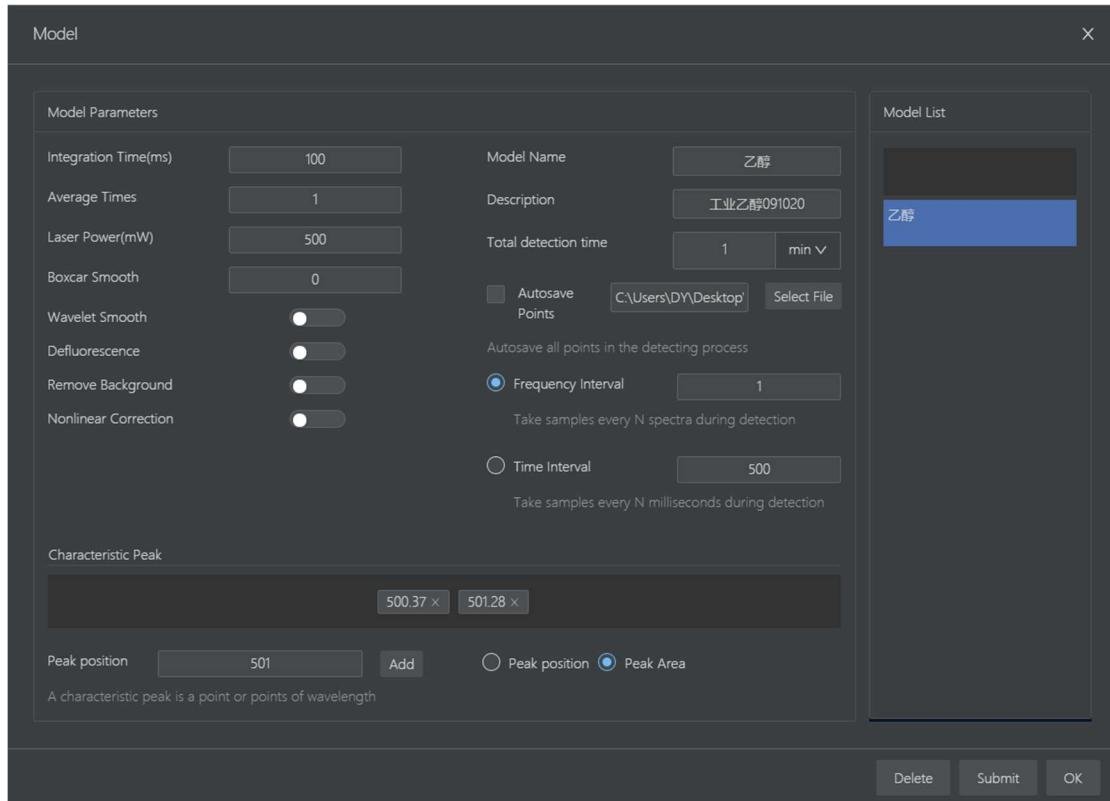

图 4.10 浓度检测设置
- b) 采样设置：采样设置分为模型参数 Model Parameters, 特征峰管理 Characteristic Peak 和模型列表 Model List 等三部分组成（见图 4.10）。